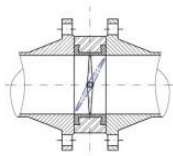
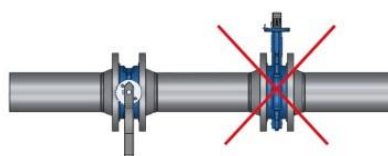

рис. 2
рис. 4
2. Перед началом монтажа убедитесь, что внутренний диаметр фланцев соответствует номинальному диаметру дискового затвора (рис.2). Затворы рекомендуем монтировать таким образом, чтобы шток затвора был в горизонтальном положении ($\pm 30^\circ$) и открытие диска (подъем нижней части диска) осуществлялось «по потоку». (рис. 4) При такой установке взвесь вымывается потоком воды из седлового уплотнения затвора. Установка затвора в положении с вертикальным расположением штока приводит к тому, что в лотковой части затвора в зоне уплотнения штока и диска отлагаются абразивные частицы. Это, в свою очередь, ведет к преждевременному абра-